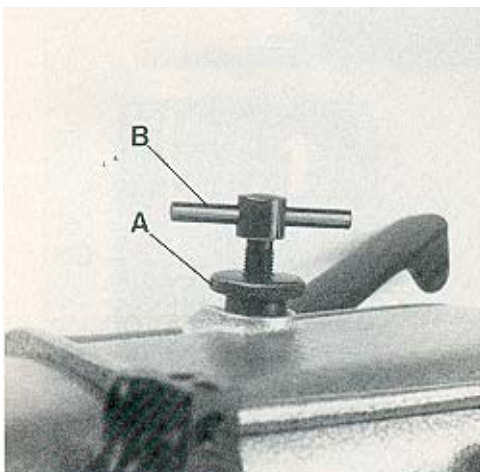

Fig. 24
Rotate handwheel until the lower feed dog is below the throat plate. Loosen knurled nut (A, Fig. 24) and turn out T-screw (B) until it does not exert any pressure on the leaf springs. In this position, the pressure exerted on the presser foot should be so strong that the presser foot bottom and the front end of the presser foot tongue rest squarely on the throat plate.
Drehen Sie das Handrad bis der untere Transporteur unter der Stichplatte steht. Lösen Sie die Rändelmutter (A, Fig. 24) und drehen Sie die Knebelschraube (B) soweit heraus, daß sie nicht mehr auf die Blattfedern drückt. In dieser Stellung soll der Druck auf den Druckerfuß so stark sein, daß die Druckerfußsohle und das vordere Ende der Druckerfußzunge flach auf der Stichplatte aufliegen.
Now turn in T-screw (B, Fig. 24) until the necessary presser foot pressure for proper feeding is exerted (determine by sewing tests). Secure this setting with the knurled nut (A), which simultaneously fastens the upper arm cover. Remount the face cover and the finger guard.
Nun drehen Sie die Knebelschraube (B, Fig. 24) soweit ein, daß der zum einwandfreien Transport notwendige Drückfußdruck erzeugt wird (durch Nähversuche ermitteln). Sichern Sie diese Einstellung mit der Rändelmutter (A), mit der gleichzeitig der obere Armdeckel befestigt wird. Montieren Sie den Stirndeckel und den Fingerschutz wieder.